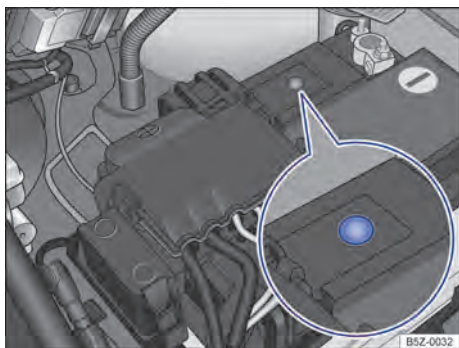

Fig. 181 No compartimento do motor: exemplo de posição do visor no lado superior da bateria do veículo.
- O visor redondo → Fig. 181 na parte superior da bateria do veículo muda de cor conforme o nível do eletrólito.